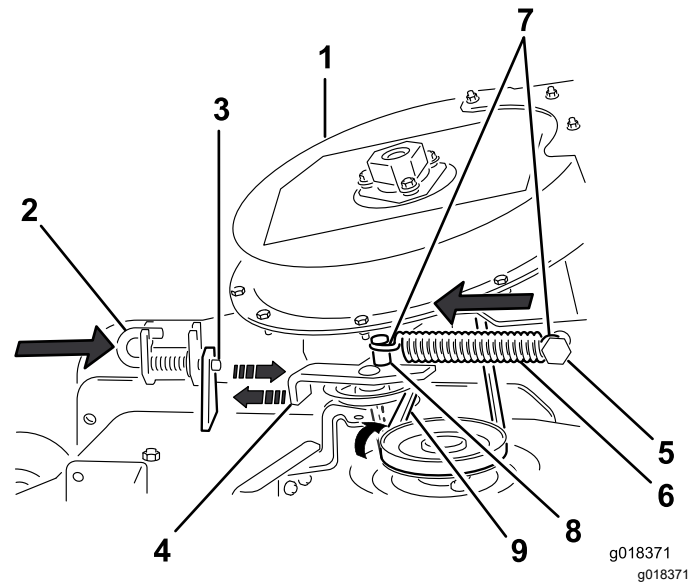

Figura 30
2. Encaminhe temporariamente a correia debaixo da polia intermédia (Figura 30).
3. Mova o suporte articulado intermédio para o pólo de mola intermédio e instale a mola alinhando o gancho da mola no pólo de mola intermédio (Figura 30).
4. Afaste a polia intermédia da mola do pólo de mola fixo e coloque a correia em redor da polia da plataforma (Figura 30).